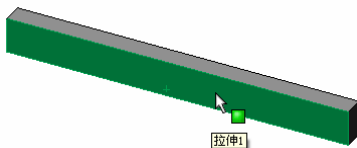
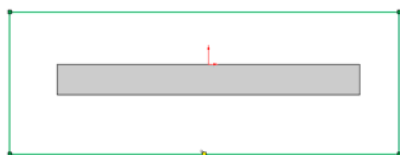

图 10-46 选择基准面
图 10-47 绘制矩形
❹ 绘制草图。单击图 10-46 所示拉伸实体的一个面作为基准面，然后单击“草图”工具栏中的“矩形”图标，绘制一个矩形，矩形要大于拉伸实体的投影面积，如图 10-47 所示。